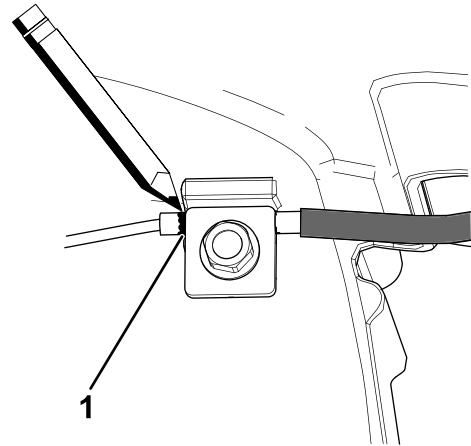
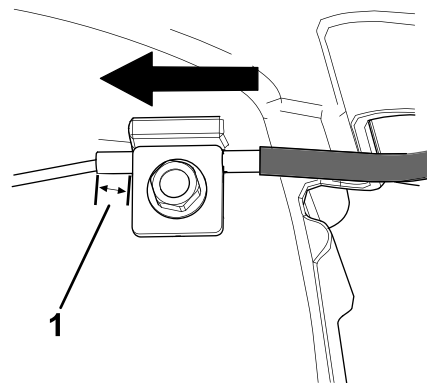

Figura 35
Figura 36
7. Marque o cabo do travão (Figura 35) e, em seguida, ajuste a manga até que exista, aproximadamente, 8 mm de folga (Figura 36).